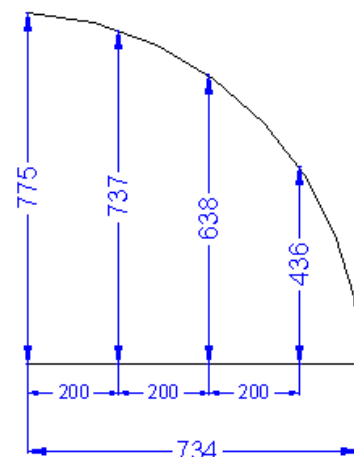

Рис.2
6. В случае, если проём имеет форму полуарки размеры снимаются так как изображено на рис.2, (шаг от 50 до 200 мм)